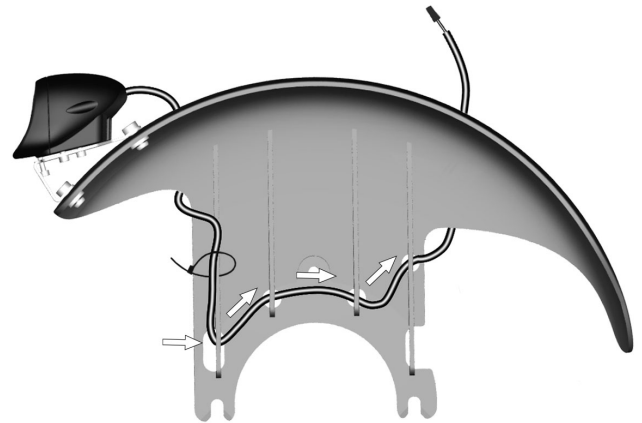

Abbildung 135. Kabel aus den Kerben ziehen und Kabelbinder innen im Kotflügel durchschneiden.
3. Kabel aus den Kerben ziehen und Kabelbinder innen im Kotflügel durchschneiden. Siehe Abbildung. 135.